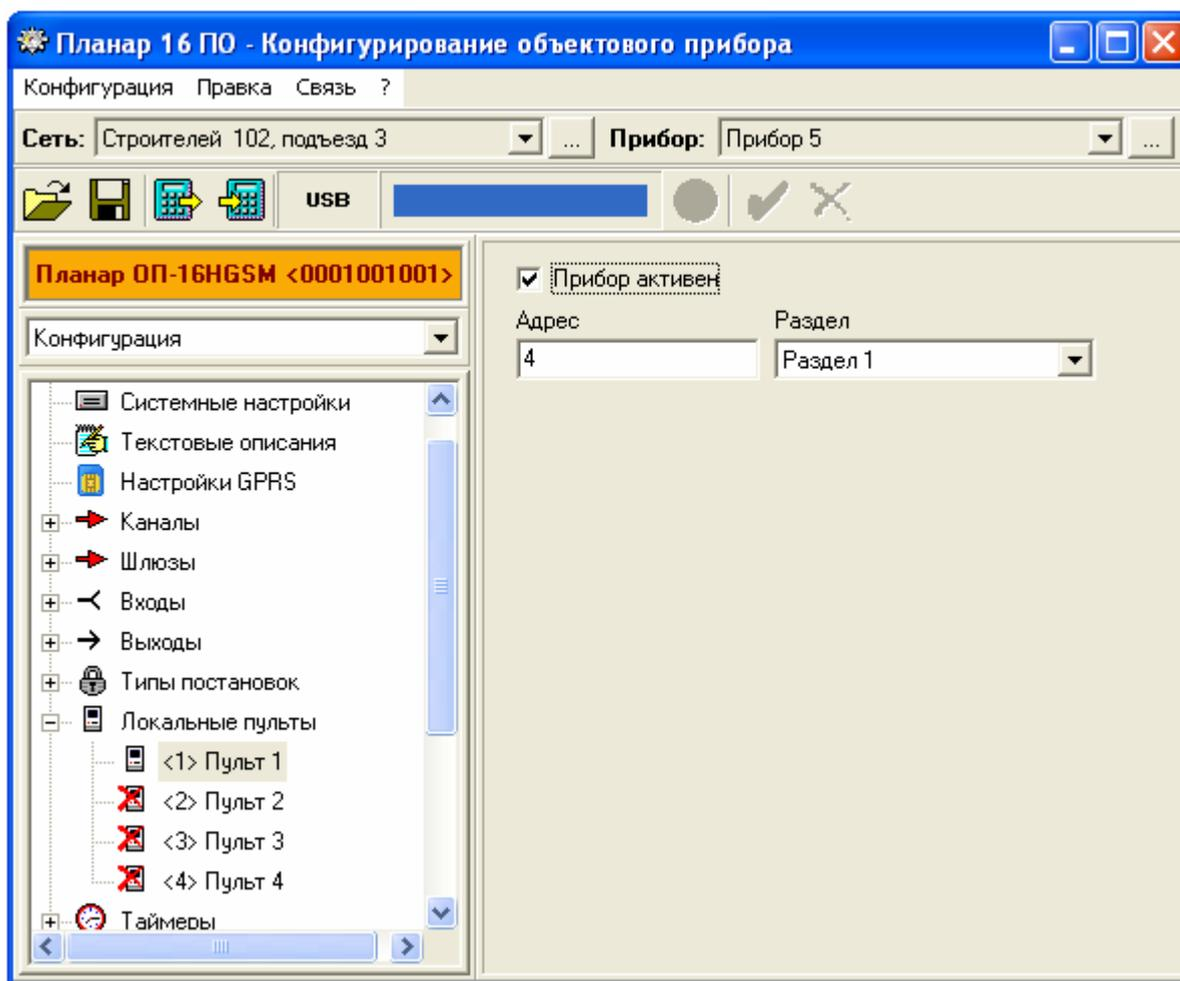

Рис. 12.15 Программирование локальных пультов
12.2.4.6.2.4. Типовое окно программы конфигурирования объектового прибора при программировании локальных пультов приведено на рис.12.15.